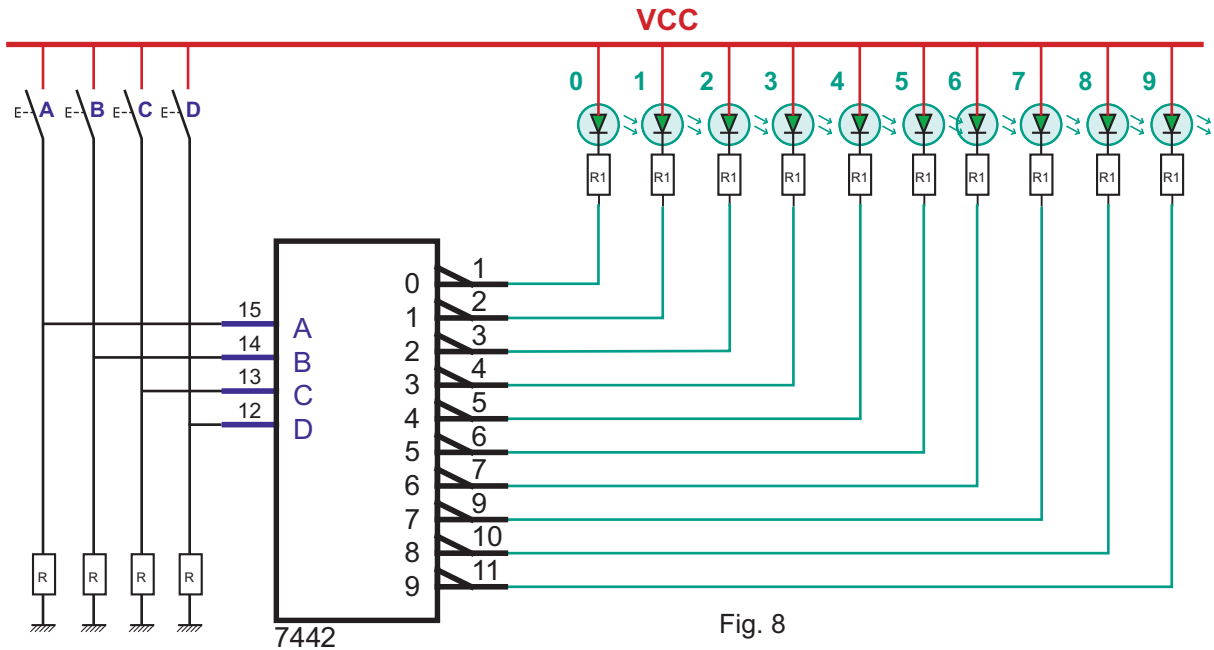

Fig. 8
La figure 8 représente un schéma à base du décodeur BCD/Décimal 7442.
- 1 Réaliser le câblage du schéma du circuit (figure 8) sur un simulateur logique.